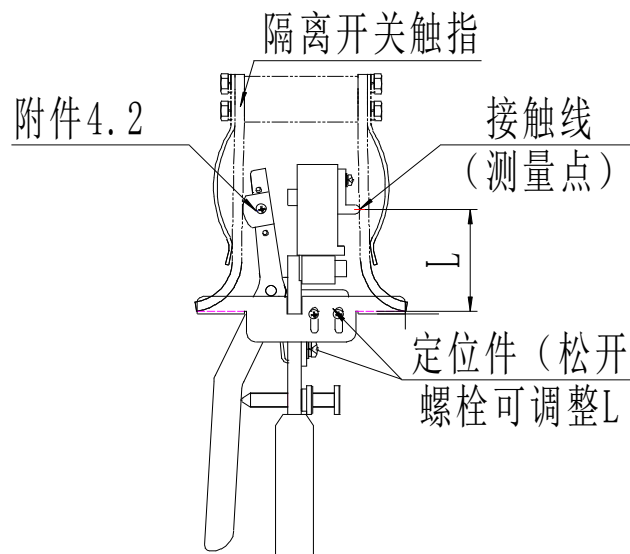
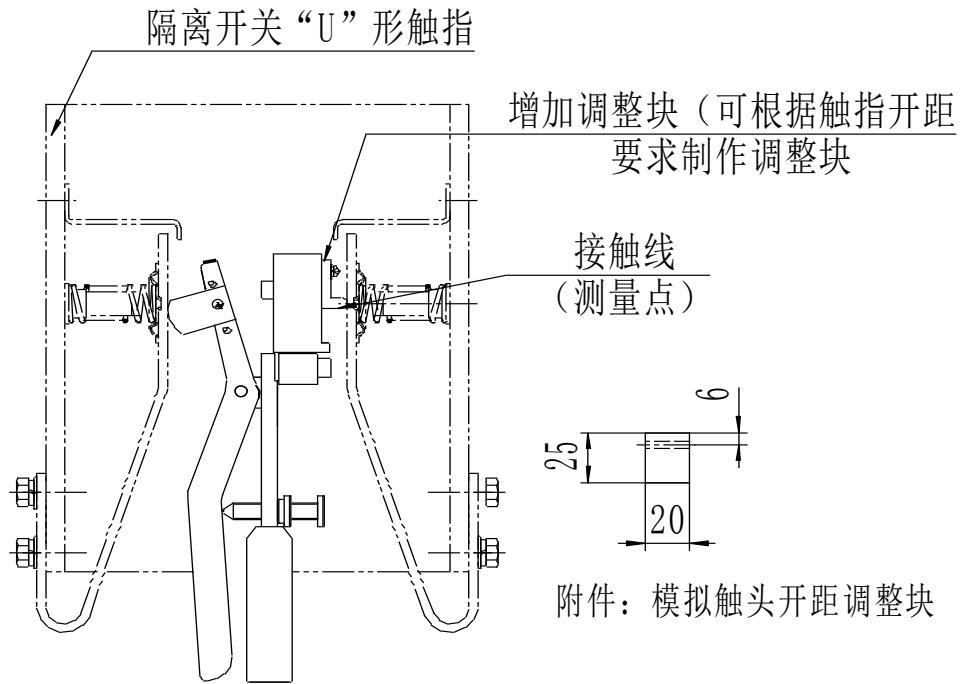

图8 转入式触头隔离开关压力测量示意图(如GW4、GW5系列)
图9 转入式“U”形触头隔离开关压力测量示意图（如GW7B-252）
用于触头宽度58-70mm的刀闸，4.2用于触头宽度70-83mm的刀闸），将卡尺锁定在a上，卡住模拟触头，再缓慢调节螺栓S，调好后并锁紧螺母N。测量示意图见图8、图9。
(1)、图8是触头转入式隔离开关（GW4-40.5/126、GW5-40.5/126等型号）触指压力测量示意图，为了测量准确和方便，可装配定位件6，它能上下和前后定位。将测试头对准接触线后，调整固定定位件的螺栓，使触指尖到接触线的距离等于L。
(2)、图9是转入式触头隔离开关（GW4-252、GW7-252等型号）触指压力测量示意图，由于测量点触指端部较远，不能装配定位件。
1、 转入式隔离开关触指接触压力的测量（如GW4、GW5型隔离开关），按图8、9要求更换测量附件。